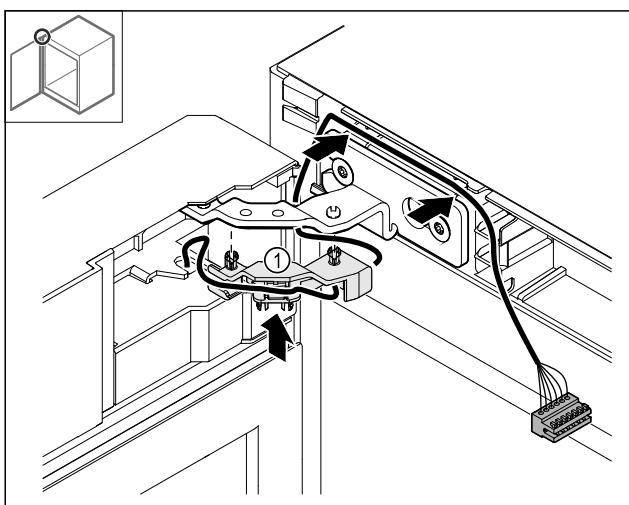

Fig. 44
- Притисніть кабельний тримач так, Fig. 44 (1) щоб він увійшов у шарнір.